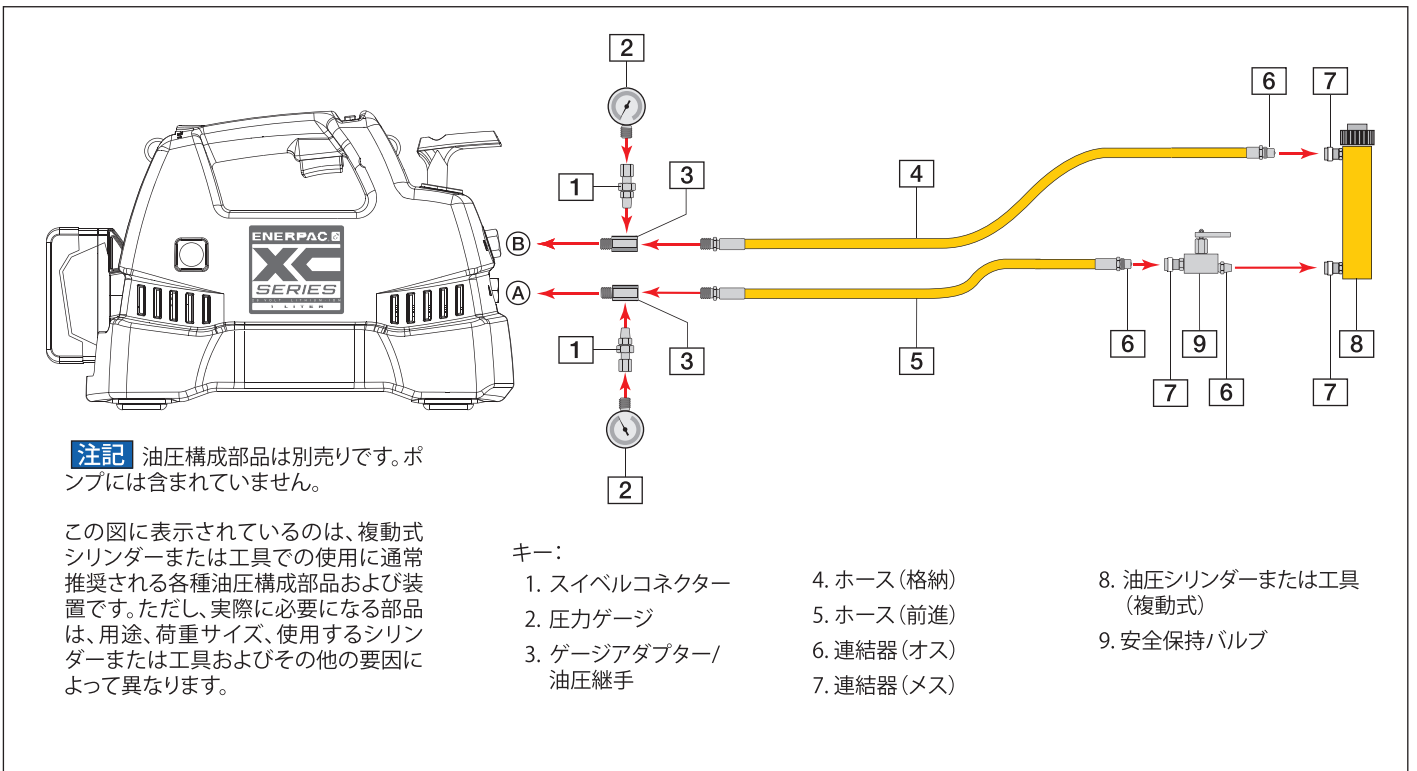
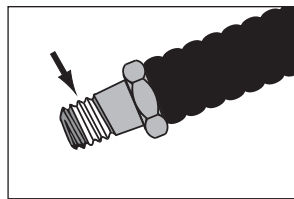
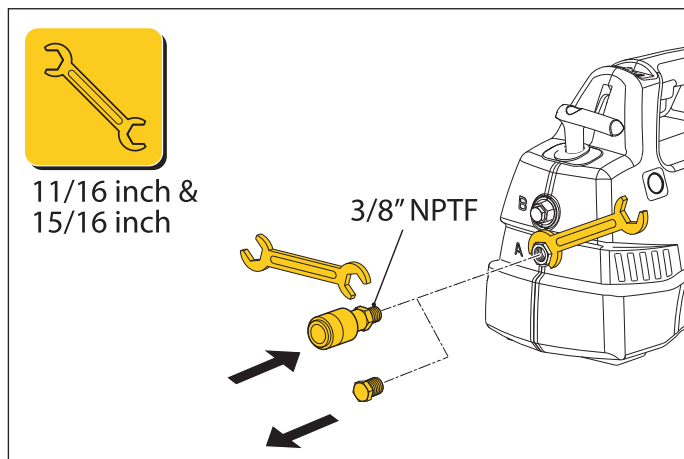

図3: ホース接続 (一般)
図4: シールテープ
図5: 輸送用プラグの取り外しと油圧カップリングの取り付け（一般的なもの）
ホース、構成部品および継手を組み立てる際は、ねじ付きNPTまたはNPTF継手にねじシールテープを1周半巻きますが、図4のように、ねじの先端部1周分はテープを貼らないでください。テープの破片が油圧システムに入らないよう注意してください。
以下に記載の手順で、ポンプのポート「A」と「B」の油圧接続を行います。図3、図4、図5を参照してください。
2. ポンプのポート「A」と「B」から輸送用プラグを取り外します。15/16"のレンチを使用し、ポート継手を所定の位置に保持します。その後、11/16"のレンチを使用して輸送用プラグを取り外してください。図5を参照してください。